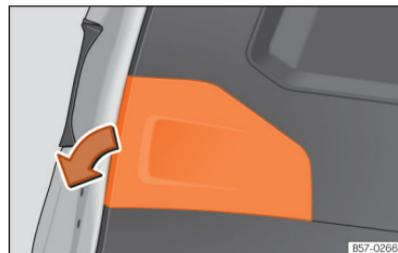

Fig. 202 Porta da bagageira aberta: retirar a tampa.
- Retirar a tampa da porta da bagageira no sentido da seta »» **Fig. 202**.